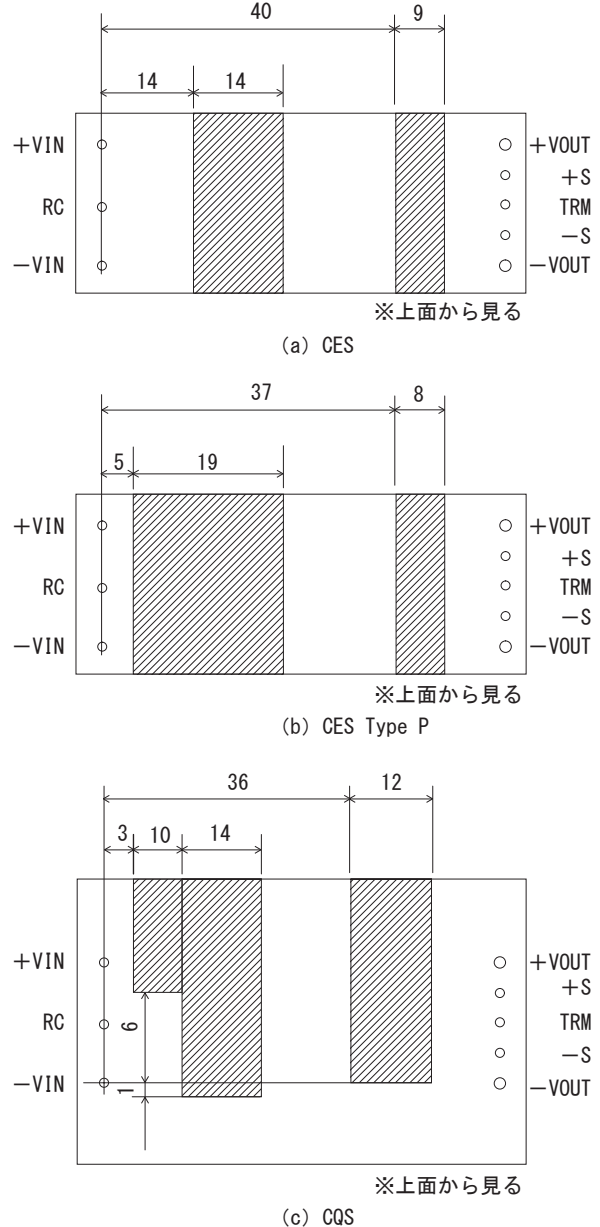

図6.1 パターン配線禁止エリア
- 電源取付基板の電源を実装する面で、絶縁不良を起こす恐れがあるので、図6.1の斜線部へのパターン配線は避けてください。